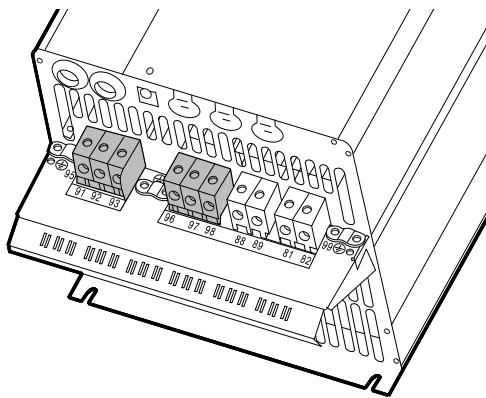

Рис. 19 Подключение питания и двигателя, С3
- Подключите заземляющий провод к клемме 95 (PE). См. рис. 19 и 20.
- Подключите заземляющий провод к клемме 99 (PE). См. рис. 19 и 20.
- Подключите провода двигателя к клеммам 96 (U), 97 (V), 98 (W).